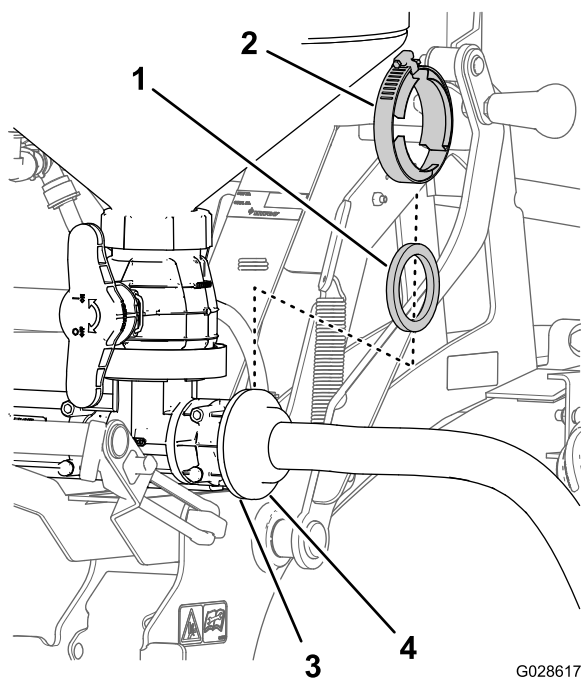

Рисунок 26
1. Совместите фланцевый штуцер шланга подачи с фланцем эдуктора (Рисунок 26).
2. Присоедините шланг подачи к эдуктору, используя прокладку и фланцевый хомут (Рисунок 26).